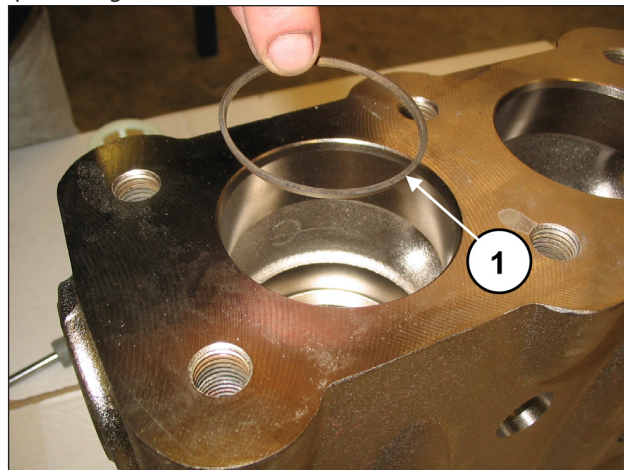

Fig. 119
Introducir la anilla anti extrusión, pos. dibujo desglosado 4 (pos. ①, Fig. 119).